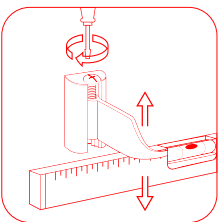

рис. 3
**Для того, чтобы идеально ровно смонтировать радиатор к стене, используйте оригинальные регулируемые кронштейны Royal Thermo (рис. 3).**